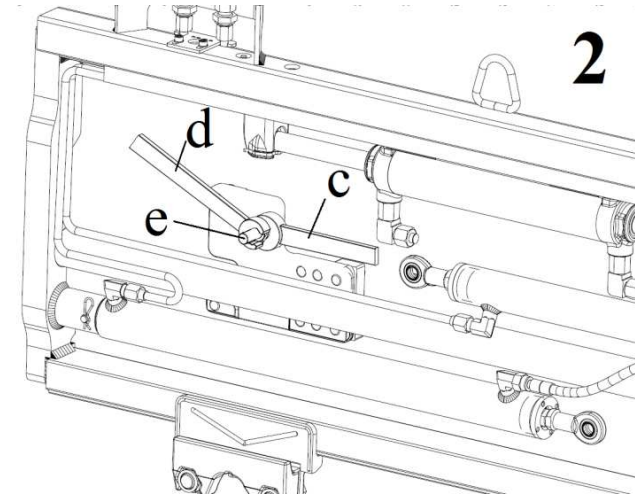

Abb. 040
7.4.2.5. Die Bolzen "e" der Zinkenhalterungen, Abb. 040 entfernen (Schlüssel ISO 3318 22 mm "c" 22 mm bei MZ25 und 35, 27 mm bei MZ49 zum Festhalten der Zinkenhalterung und Schlüssel ISO 3318 19 mm "d" 19 mm bei MZ25 und 35, 24 mm bei MZ49 zum Lösen des Bolzens "e"). Die Bolzen sind mit einer "Loctite"-Schraubensicherung blockiert. Zum Entfernen kann es notwendig sein, dass die Bolzen vorher erwärmt werden müssen. Für den Wiedereinbau sie mit einem Anzugsmoment von 84 Nm - 62 ft-lbs bei MZ25 und 35, 210 Nm - 155 ft-lbs anziehen und eine Schraubensicherung des Typs "Loctite 270" auftragen.